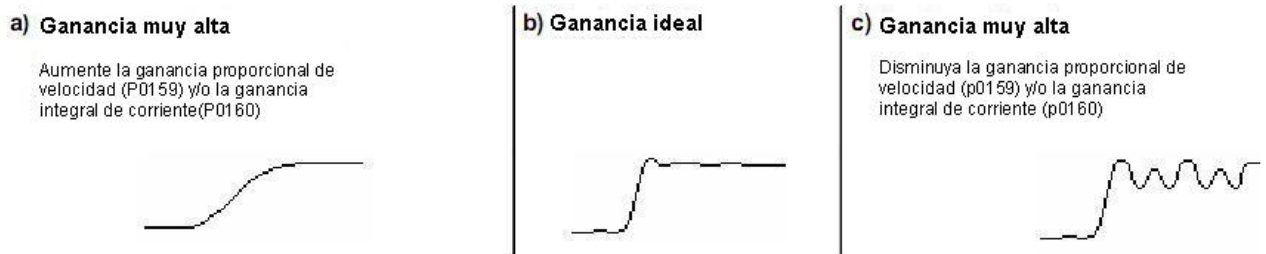

Figura 6.6 – Formas de onda para la salida analógica "Velocidad Real" en el ajuste del regulador de velocidad.
6. Ajuste P0159 y P0160 hasta obtener una forma de onda semejante a la presentada en la Figura 6.6. b). Camino para acceder a P0159 y P0160: Menú → 01 GRUPOS PARÁMETROS → 26 REGULADORES → 100 Reg. Velocidad.